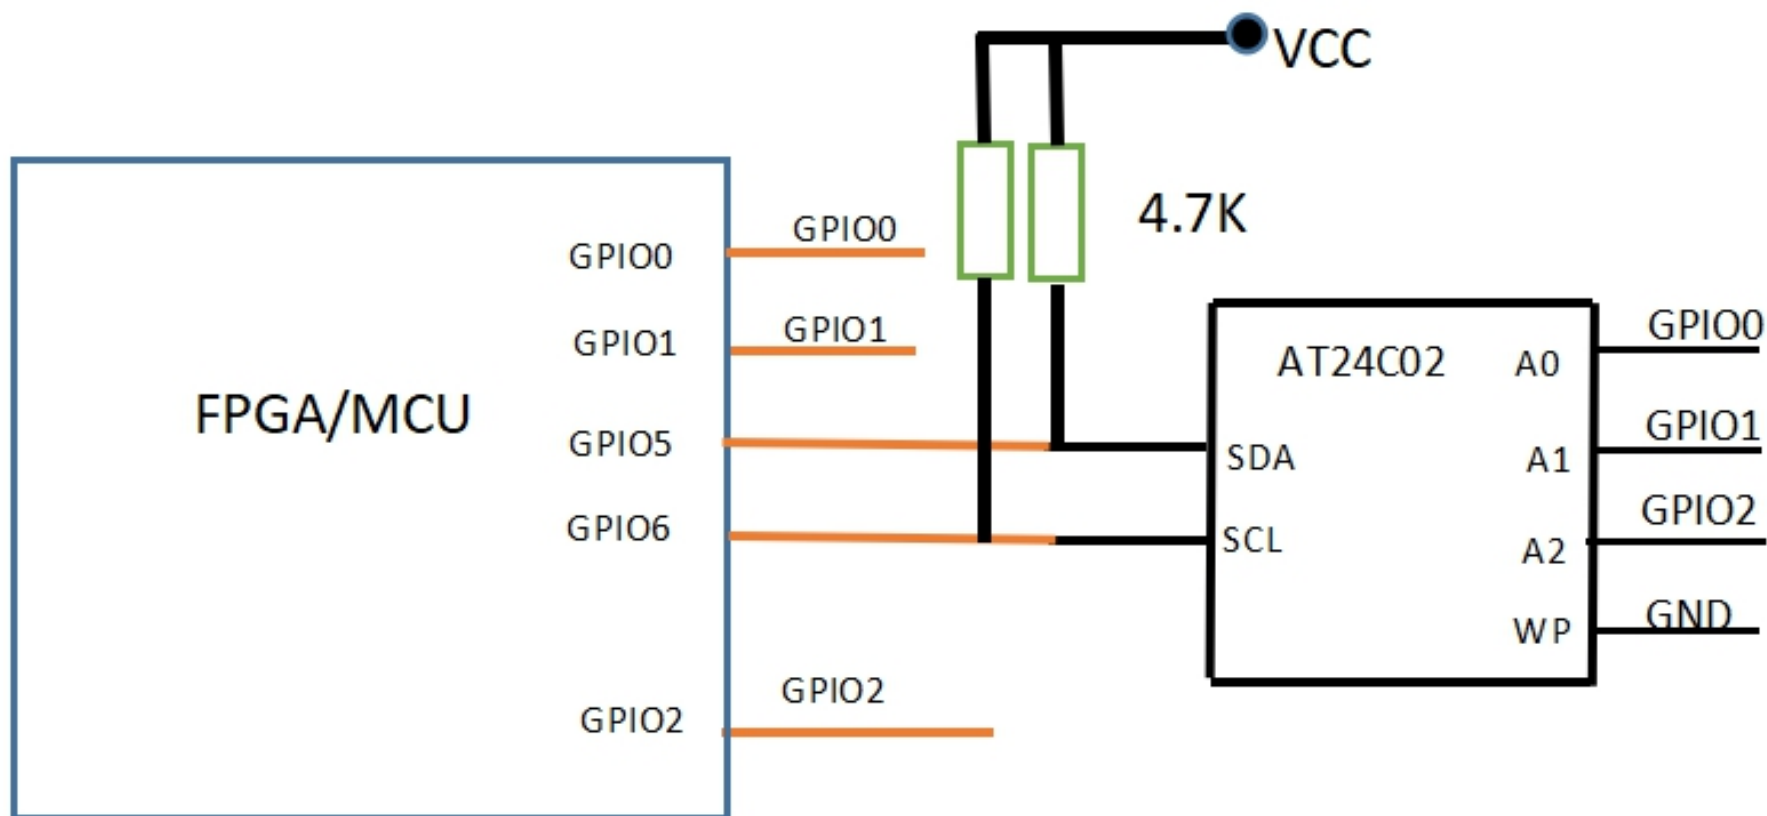

图3-4 I2C 串行EEPROM硬件连接
如右图3-4所示, 左边为FPGA/MCU, 右边为I2C接口的EEPROM, GPIO0-GPIO2用于芯片的扩展时选择对应的芯片, 当有多个芯片通过I2C接口并联使用时, 只有外部地址与I2C的读写地址匹配时, 芯片才会应答, 否则不应答。这样就可以把当前的读写使用权释放给其它芯片。
3. 图3-4 是标准的MCU与I2C接口的E2PROM的硬件电路设计结构，GPIO0-2用于选择串行EEPROM 的芯片，与I2C在读写命令中的地址匹配。因次可以实现多片EEPROM的扩展。本例中最多可以实现8片的扩展。例：
- 5) WP提供芯片写保护, 在高电平时禁止芯片写入, 在低电平时开放写操作, 因此图3-4的电路中WP接地实现EEPROM正常的读写操作。在设计中也可以连接到MCU或FPGA的GPIO上实现可编程的写保护控制。